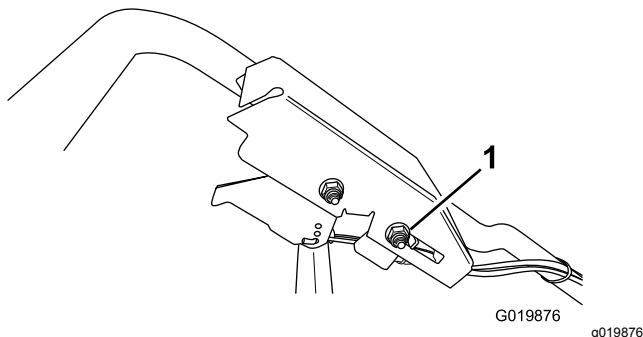

Figure 52
2. Desserrez l'écrou du support de guidage du câble (Figure 52).